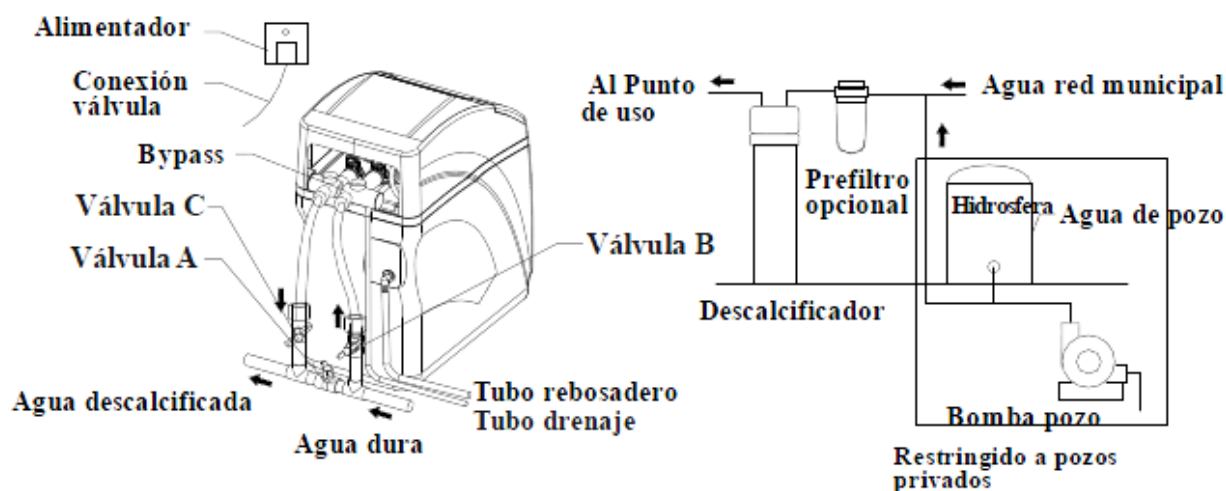

Figura 8.2: Esquema de la instalación con la válvula K79. En el modelo K69 se invierten los sentidos de entrada/salida a válvula
–La instalación de tuberías y conexiones deben ajustarse a las normas de instalación locales. La entrada / salida se debe conectar con la tubería de agua en el mismo eje (Consulte la figura 8.2). No debe invertir la posición de la entrada y la salida del equipo.
–Se sugiere instalar una Válvula de derivación manual (Bypass externo) entre la entrada principal de agua y la entrada / salida del equipo, para facilitar las labores de instalación y mantenimiento (Consulte la figura 8.2).
Figura 8.2: Instale 3 válvulas de bola para conectar la válvula de control y las tuberías de entrada y salida. La válvula A está conectada entre la entrada y la salida. La válvula B está conectada con la entrada de la válvula de control. La válvula C está conectada en la salida de la válvula de control. Cuando deba repararse el tanque de resina, deberá abrir la válvula A y cerrar las válvulas B y C. Cuando utilice el equipo, debe cerrar la válvula A y abrir las válvulas B y C.